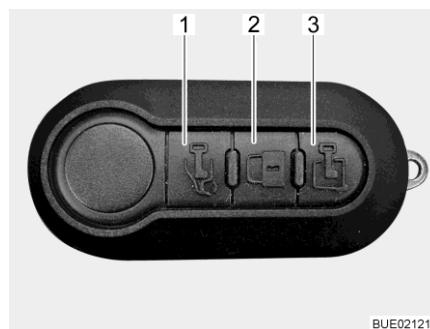

Fig. 50 Mando a distancia multifuncional (3 teclas)
Desbloquear puerta del conductor: ■ Pulsar la tecla  (Fig. 50,1) una vez brevemente. La puerta del conductor está desbloqueada.
- Pulsar la tecla  (Fig. 50,3) una vez brevemente. La puerta de entrada está desbloqueada.
- Pulsar la tecla  (Fig. 50,2) una vez brevemente. Todas las puertas están bloqueadas.